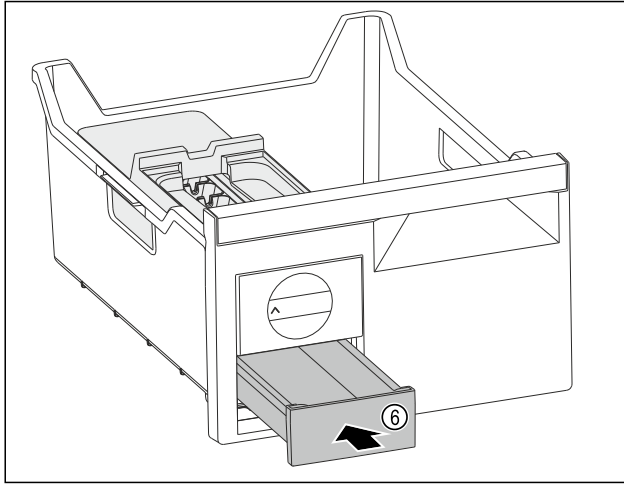

Fig. 125
- Buz küpü çekmecesi Fig. 125 (6) içeri itin.